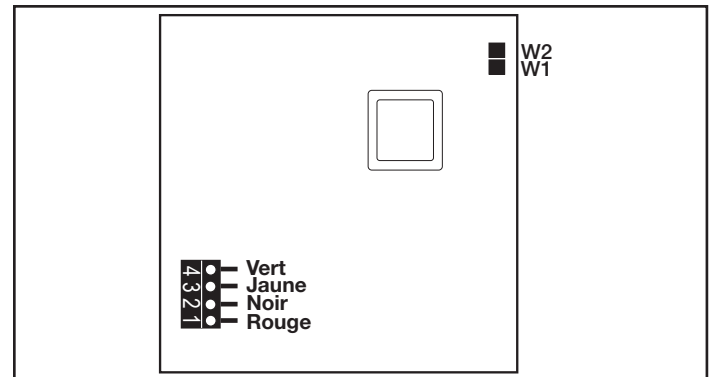

Figure 25. Vue arrière - Carte de circuits imprimés OneTouch
5. Connectez le câble à 4 conducteurs à la barre de bornes rouge à 4 broches (voir la figure 25). Poussez la barre de bornes à 4 broches à l'arrière de la carte de circuit imprimé OneTouch. Placez le circuit imprimé avec l'écran ACL et les boutons dans le boîtier. Insérez les vis et serrez manuellement. **Ne pas trop serrer.** Enclenchez la plaque frontale en place.